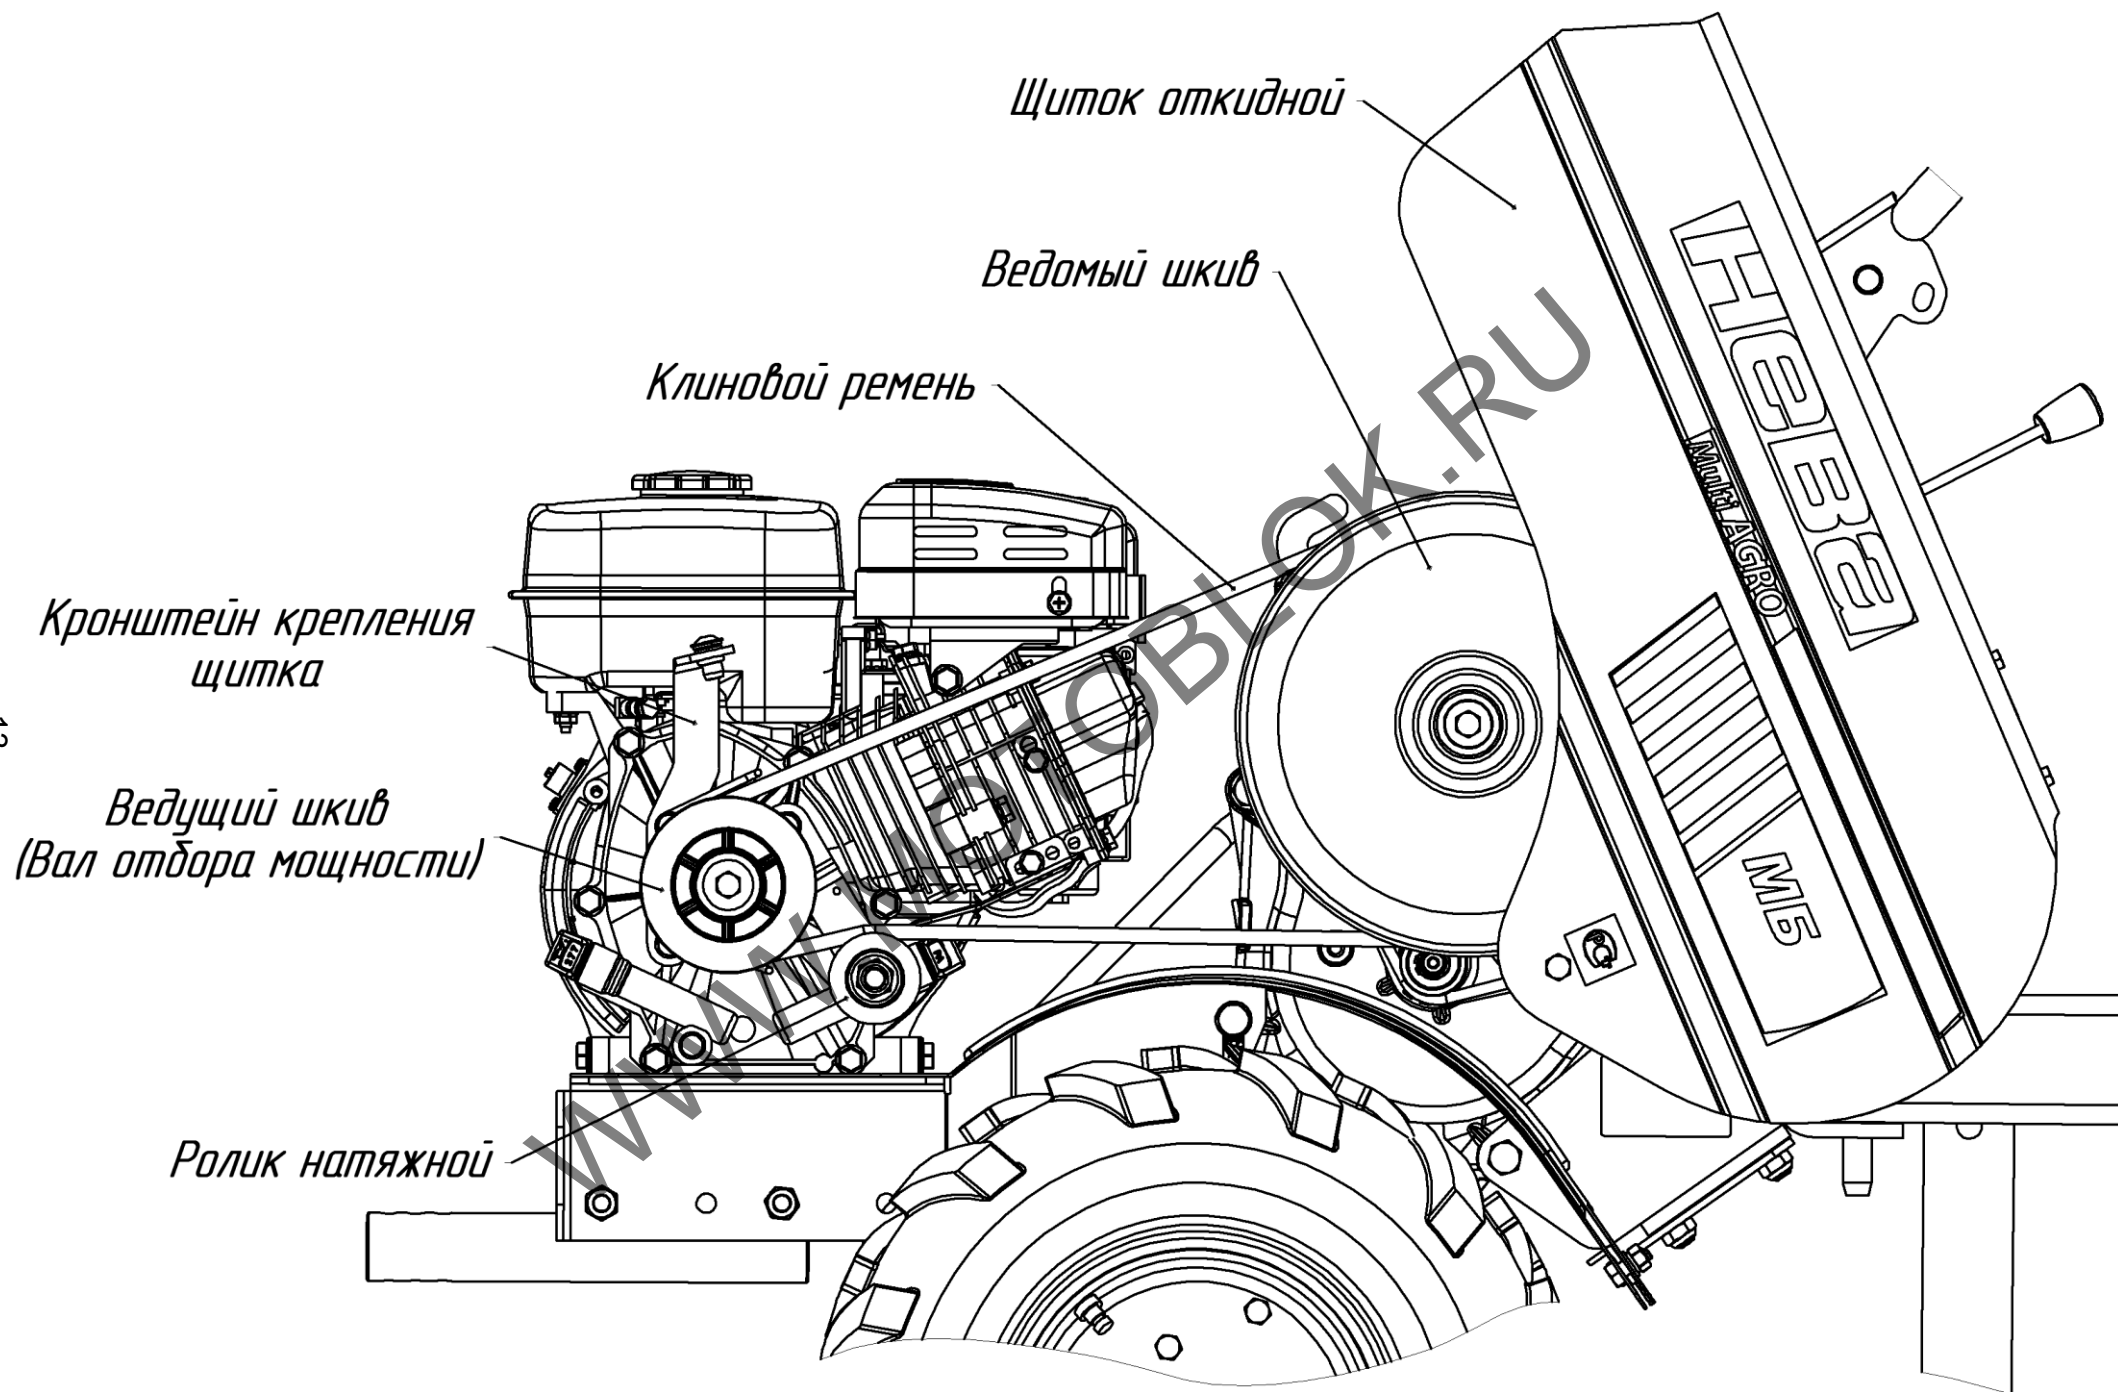

Рис.2 Мотоблок МБ1. Вид слева (щиток поднят)
**Щиток откидной** – устанавливается на мотоблок, предназначен для защиты вращающихся частей мотоблока и для облегчения сервисного обслуживания изделия (рис.2).